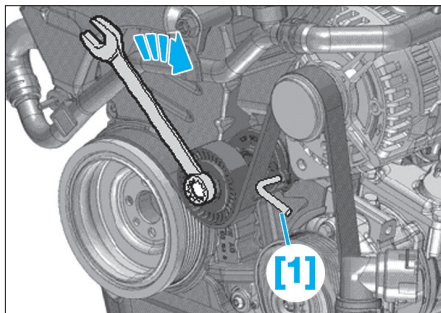

FIG. 6
- Afin de détendre la courroie d'accessoires, basculer le tendeur comme illustré (Fig.6).